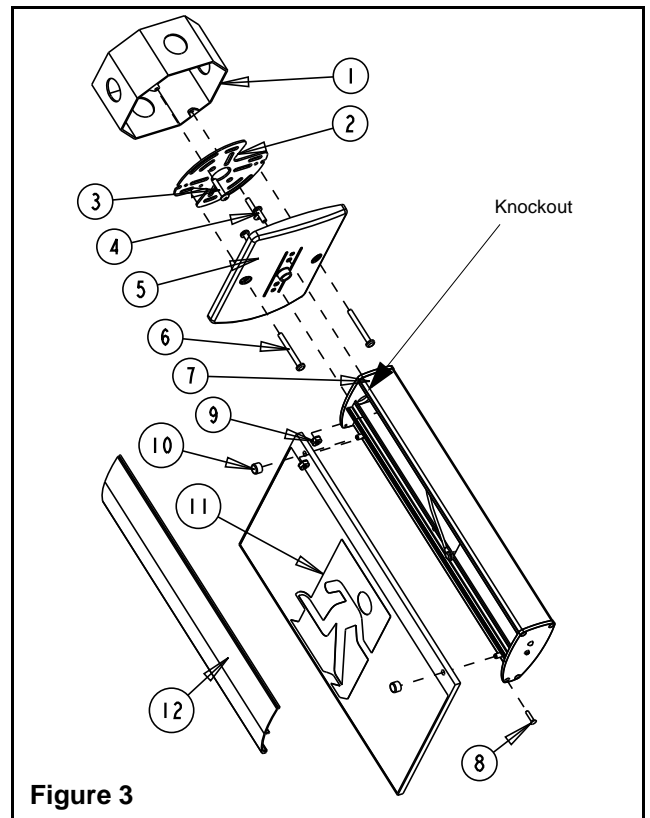

Figure 3
a. Pour le montage en extrémité: enlever les trous défonçables situés sur le bout de l'unité à l'aide d'un tournevis (voir fig. 3).
b. Visser le pavillon au boîtier à l'aide des vis courtes (6) et des écrous (9).